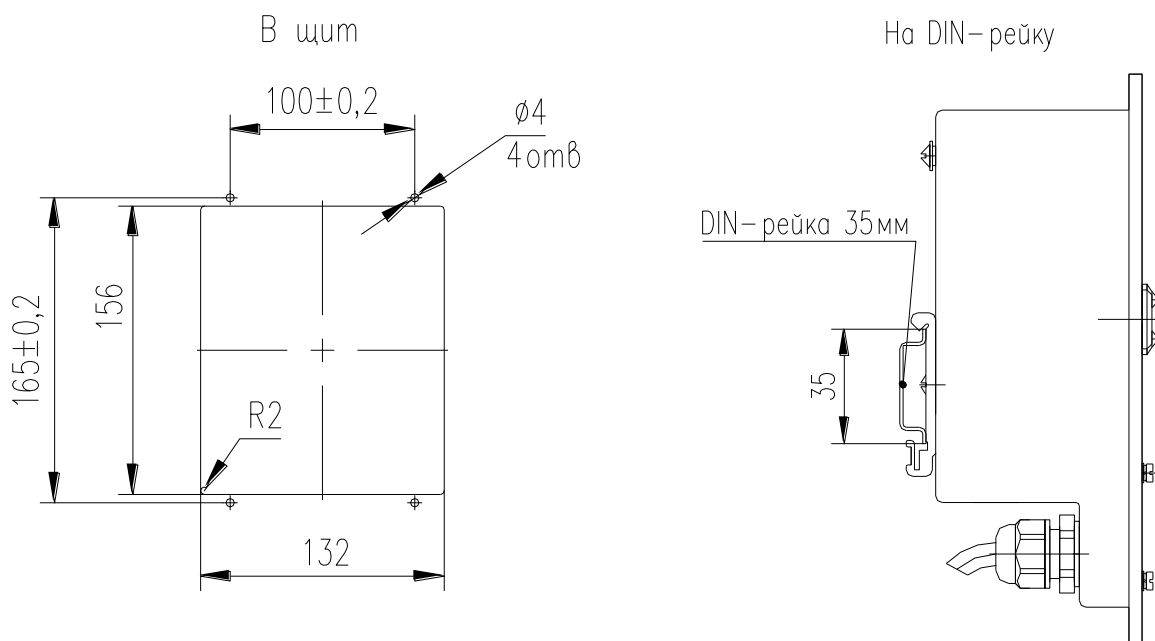

Рис.9. Варианты крепления блока БОИ-3
5.1.5. Блок обработки информации монтировать на объекте в любом удобном для монтажа и эксплуатации месте, используя один из вариантов крепления (рис.9).